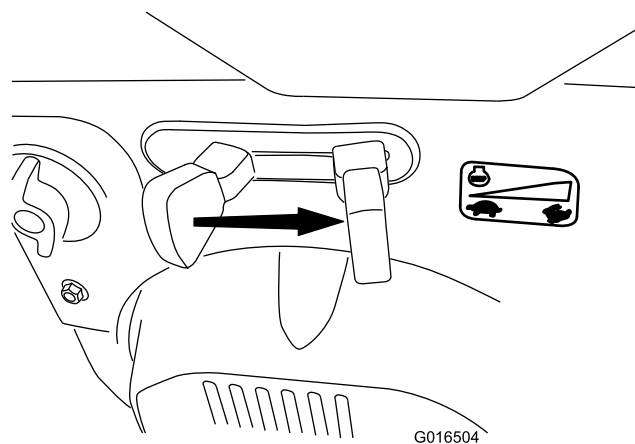

Figura 24
6. Spostate l'acceleratore alla massima, in posizione FAST (veloce) (Figura 24).